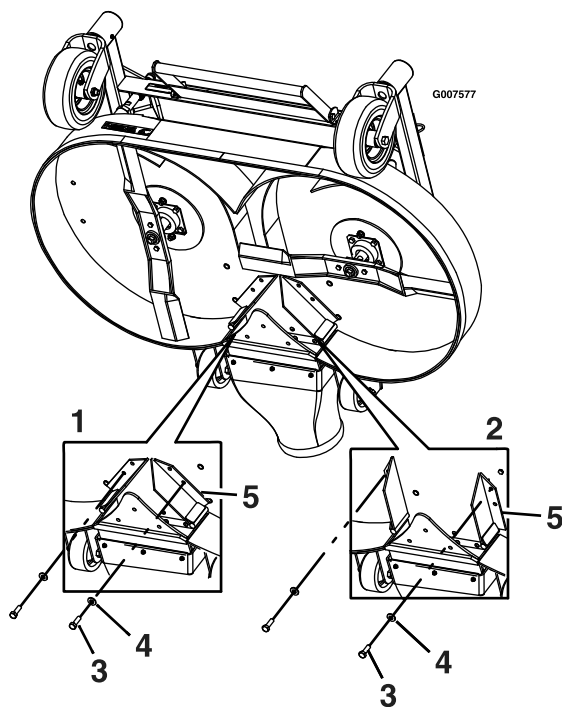

Figure 15
7. Retirez le boulon et la rondelle à l'avant de chaque déflecteur FRS (Figure 15).